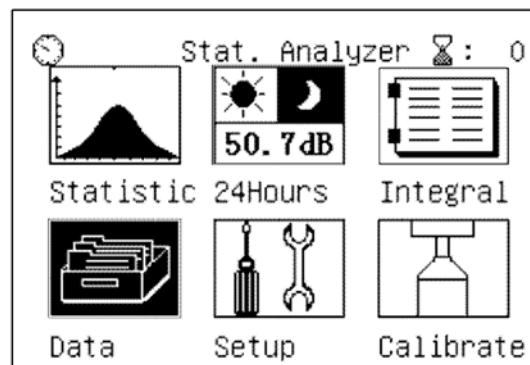

Fig. 39: Selezione modalità di visualizzazione dati in memoria
1. Selezionare l'icona **"Data"** all'interno di qualsiasi modalità di misura (vedere Fig. 39) e confermare con